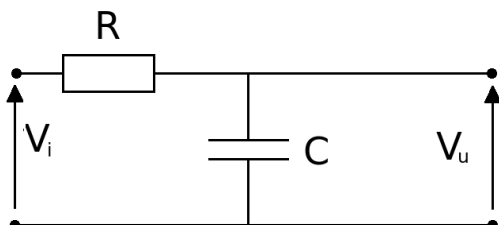

FIG. 1: En RC-krets som et lavpassfilter med påtrykt spenning (inn) V_i og målt spenning (ut) V_u .
Byttes motstand og kondensator i Fig. 1 får vi et høypassfilter (se ligning (78) i FYS1120-kompendium) med